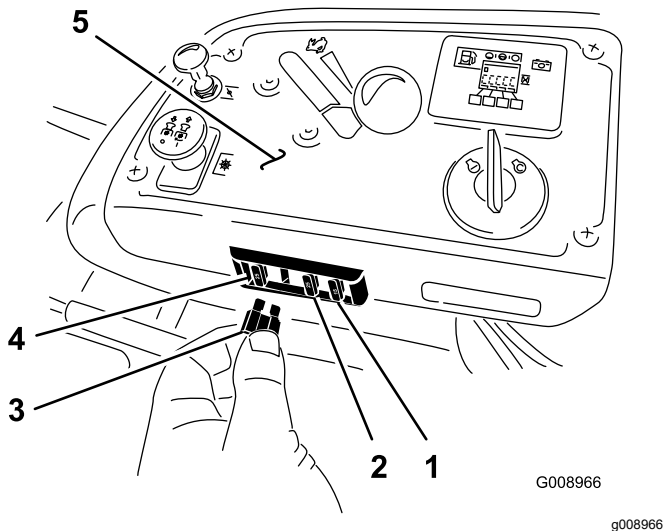

Figure 74
Les fusibles se trouvent sur la console, à droite du siège (Figure 74).
2. Remplacez le fusible (Figure 74).